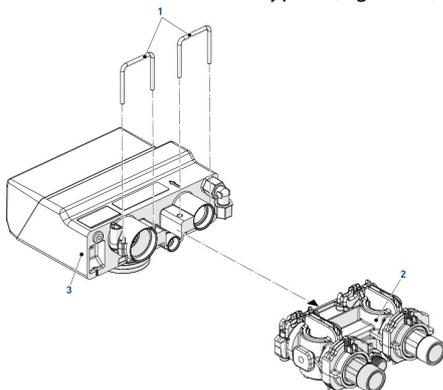
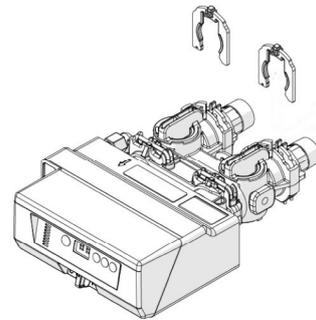

Figura 4a
Figura 4b
5. Collegare il bypass al corpo valvola (Figura 4a), e le connessioni entrata / uscita al bypass (Figura 4b).